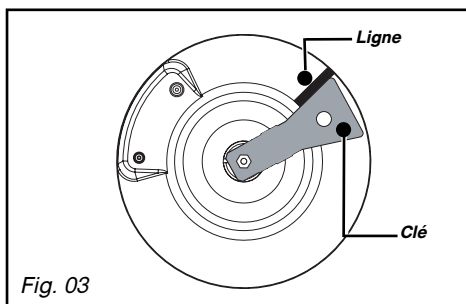

Fig. 03
Dans une installation existante, un tube souple équipé de ses colliers de serrage (conforme à la norme XP D 36-110) dont la durée de vie est de 5 ans peut être utilisé. Il est nécessaire dans ce cas d'utiliser un about sans oublier de mettre en place un joint d'étanchéité entre l'about et le coude de la table (Fig. 03).
– Tournez la clé dans le sens des aiguilles d'une montre jusqu'à ce que la ligne apparaisse de l'autre côté (Fig. 03).